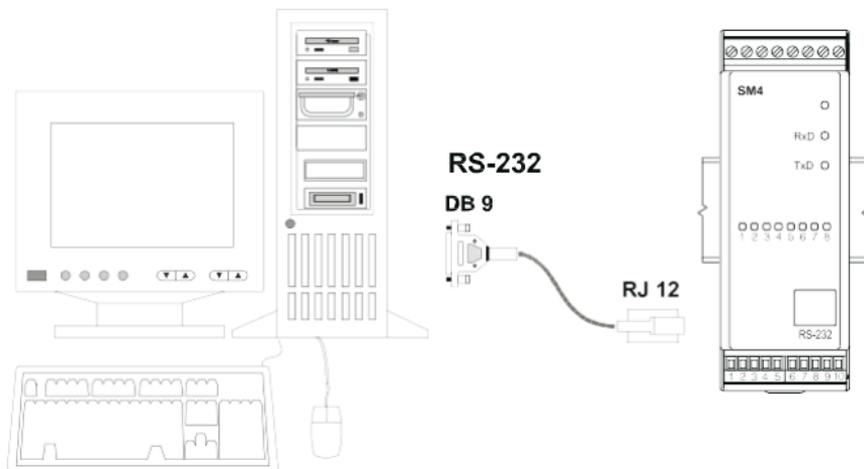

Fig 5. Forma de conexión de las interfaces RS-485 y RS-232
- La toma RS-232 sirve únicamente para conectar el dispositivo (Fig. 5) que trabaja con el protocolo MODBUS.
El estándar RS-485 permite la conexión directa a 32 dispositivos en un solo enlace serie de hasta 1200. Para conectar un número mayor de dispositivos es necesario utilizar un sistema adicional de separación intermedia, por ejemplo, un convertidor/repetidor del tipo PD51). La forma de conexión de la interfaz se indica en el manual de usuario (fig. 5).